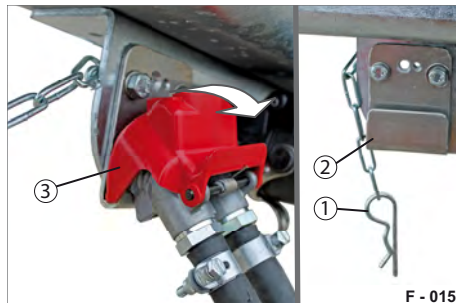

Abb. 21 Duo-Matic auf Parkkonsole
- ▶ Ziehen Sie den Federstecker (Abb. 21/1) aus der Parkkonsole (Abb. 21/2) heraus.
- ▶ Drücken Sie den Verschlussdeckel (Abb. 21/3) ab und entnehmen Sie die Duo-Matic Kupplung von der Parkkonsole.